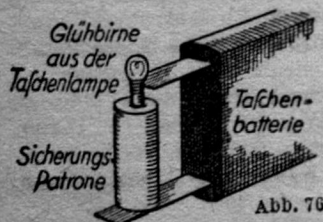

Abb. 76
b) Manchmal brennt die Sicherung durch, ohne daß das Kennblättchen wegfällt. Prüfe nach Abb. 76, welche Sicherung beschädigt ist!